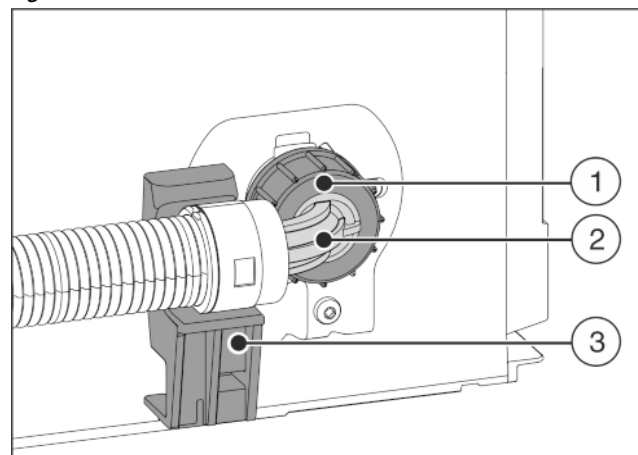

Fig. 21
- ▶ Afgewikkeld slangeinde Fig. 21 (2) horizontaal op de houder Fig. 21 (3) positioneren en vasthouden.
- ▶ Moer Fig. 21 (1) met de hand op de schroefdraad draaien tot een veilige vaste bevestiging is bereikt.